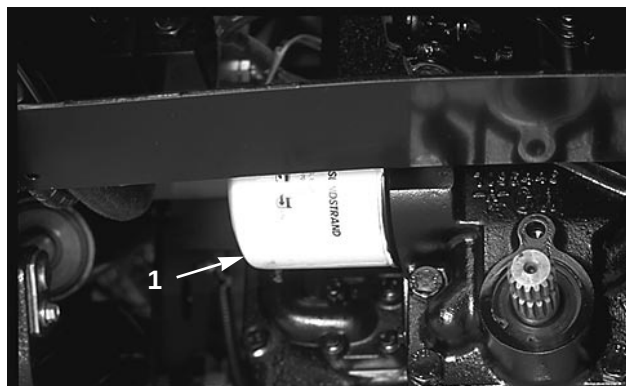

Fig. 27
4. Rengjør området rundt det hydrauliske oljefilteret og ta filteret av (fig. 27).